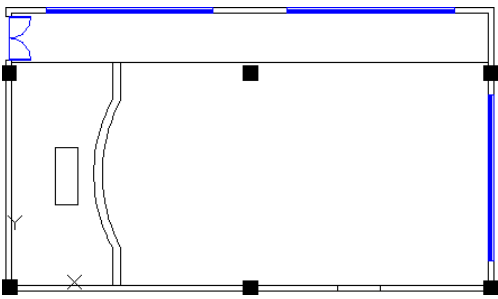

图 17.12.36 绘制矩形 1
Step6. 绘制图 17.12.36 所示的矩形 1。选择下拉菜单 **绘图(D)** → **矩形(R)** 命令，输入矩形的第一点为 (1700,5000)，设定矩形的长度与宽度值分别为 800 和 2000。